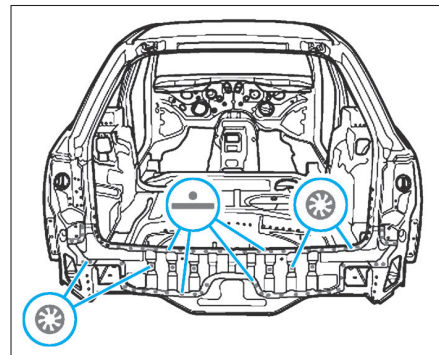

FIG. 54
- Souder la jupe, soudure par points en ligne droite (Fig.54).